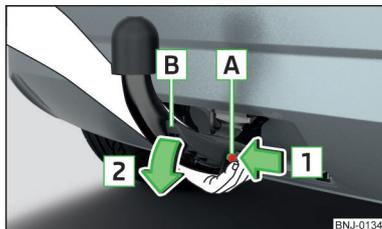

Fig. 139
- Prenez la boule d'attelage **par le bas** » fig. 139.